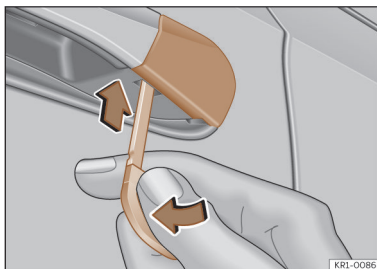

Abb. 74 Fahrertürgriff: Abdeckkappe abhebeln.
- Den Schlüsselbart am Fahrertürgriff in die untere Öffnung der Abdeckkappe stecken und in Pfeilrichtung hebeln >>> (Abb. 74).